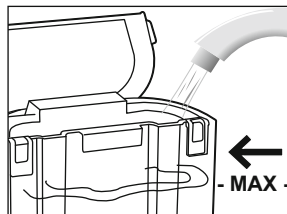

Fig. 1
1. Estrarre il contenitore per l'acqua e riempirlo con acqua fresca, senza superare la tacca **MAX**. Reinserrire il contenitore per l'acqua nell'apparecchio (fig. 1).